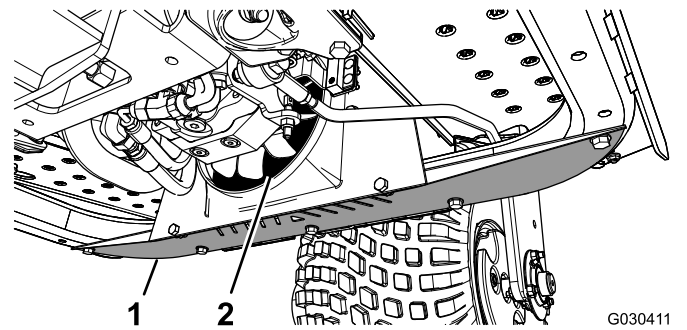

图 50
1. 卸下下护罩图 50。
2. 使用延长管将压缩空气吹入风扇叶片之间图 50 将杂物从其进入的方向吹出。